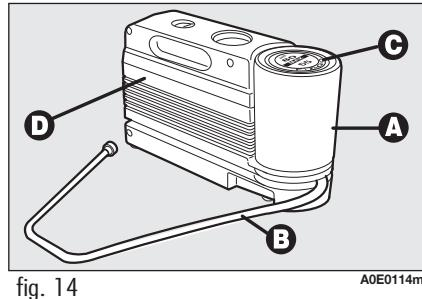

fig. 14
El kit **fig. 14** está ubicado en el maletero. En el mismo, además del kit de reparación rápida, se encuentran también el destornillador y la argolla de remolque.
- una botella aerosol **A**-**fig. 14** con líquido sellador, dotada de: